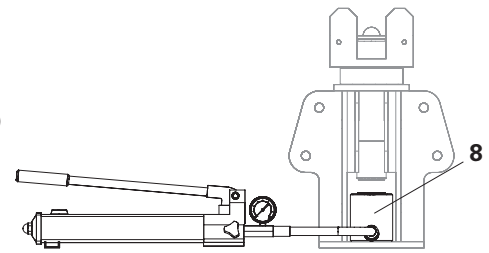

Fig. B1.07
1. Inserire il cilindro idraulico (8) nell'albero di testa (1). (Fig. B1.07)